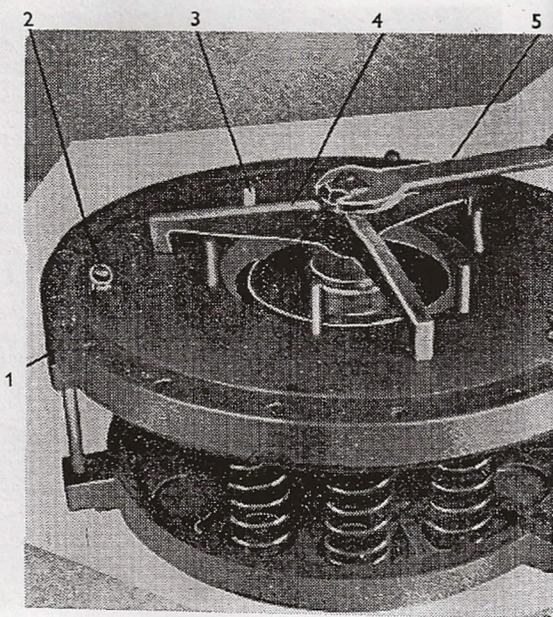

Fig. 56
4. Appliquer sur le disque de l'embrayage de prise de force le plateau de fermeture (fig. 56/1) de l'embrayage avec trois goupilles d'appui (fig. 56/2) et six goupilles guides (fig. 56/3).
5. Emmancher sur la cheville du montage le trépied (fig. 56/4) et, en vissant l'écrou M 14 à fond (fig. 56/5) serrer le plateau de pression de l'embrayage et le plateau de fermeture l'un contre l'autre de telle façon que les vis des leviers de commande de l'embrayage d'avancement se trouvent dans les orifices situés dans le même plan que les goupilles d'appui et de guidage. Engager dans l'orifice du plateau de fermeture les trois goupilles de débrayage de telle façon que la face plane de la goupille prenne d'appui sur le plateau de pression de l'embrayage.